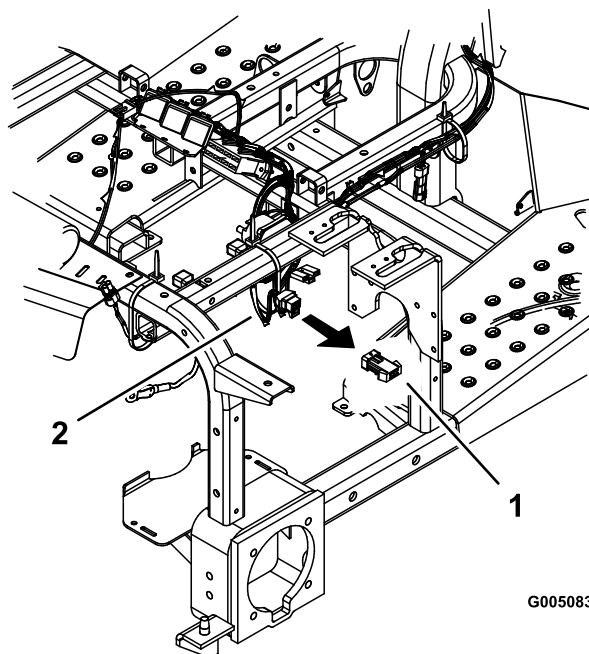

Figura 34
5. Staccate il ponticello dal cablaggio principale sotto il pannello di controllo (Figura 34).